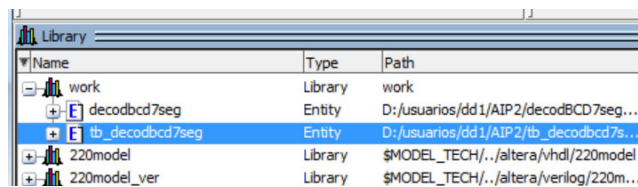

Figura 16.- Arranque de simulación
2. Expanda la librería **Work**, sitúe el cursor del ratón sobre el icono del TB del decodificador (figura 16) y realice una doble pulsación con el botón izquierdo del ratón.